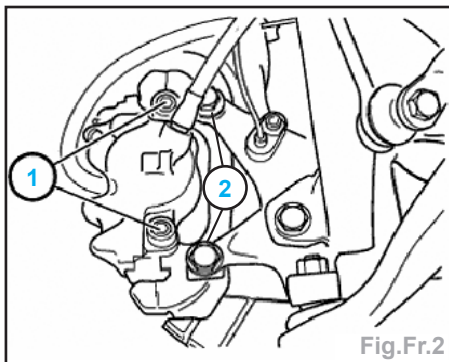

Fig.Fr.2
- Retirer les bouchons plastiques, déposer les vis de guidage (1) et dégager l'étrier de frein par l'arrière (fig.Fr.2).
- Déposer les vis (2) et enlever l'étrier de frein (fig.Fr.2).